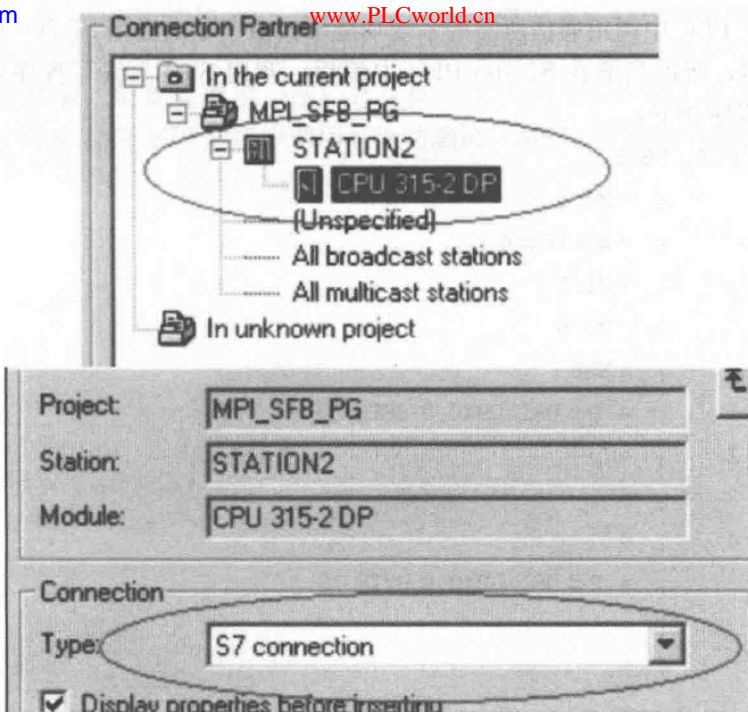

图 8-45 选择 CPU 315
(2) 单击 STATION 1 的 CPU，出现连接表，双击连接表选择连接类型“S7 connection”，并选择所需要连接的 CPU 名称，在本例中选择 CPU 315，如图 8-45 所示。